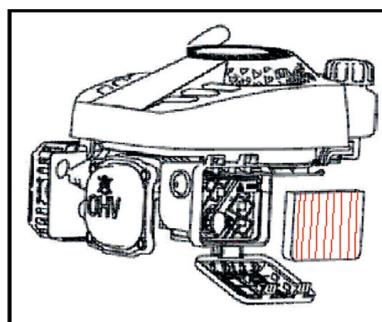

Рис. 16
1. Откройте крышку воздушного фильтра и извлеките фильтрующий элемент (Рис. 16).